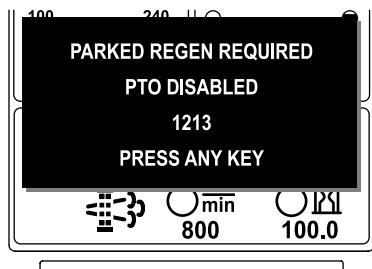

Figura 50
- Si no se realiza la regeneración con la máquina aparcada en un plazo de 2 horas, el InfoCenter muestra ADVISORY #1213 (Aviso n.º 189) solicitando la regeneración con la máquina aparcada e indicando la desactivación de la toma de fuerza (Figura 50).